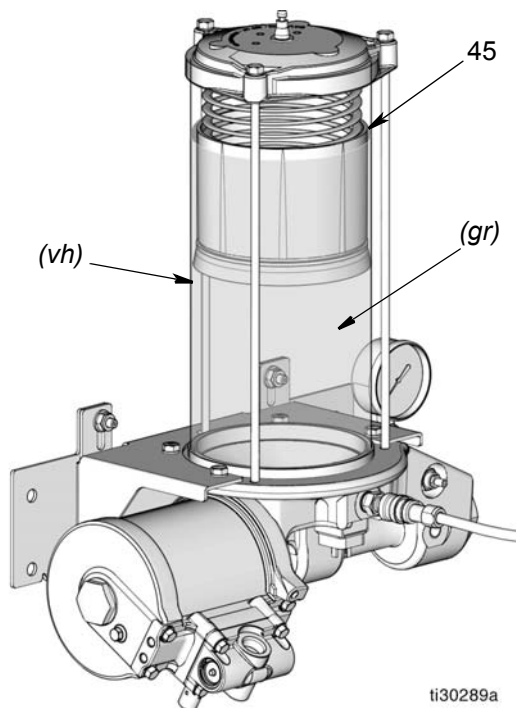

Рис. 9
- Медленно подавайте консистентную смазку из насоса заполнения в резервуар до тех пор, пока смазка в резервуаре не поднимет пресс-шайбу (45) над выпускным отверстием резервуара (vh) и не вытеснит из-под нее воздух (Рис. 9). При этом небольшое количество консистентной смазки может выйти из выпускного отверстия.
ПРИМЕЧАНИЕ: Выпускное отверстие (vh) обращено к задней стороне резервуара и не может быть показано на Рис. 9. Приблизительное местоположение выпускного отверстия обозначено на рисунке как vh.